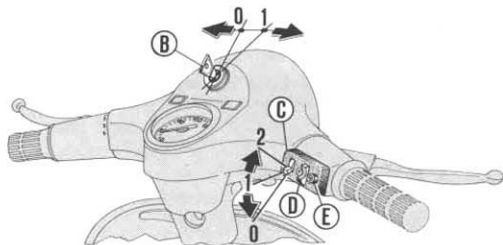

Fig. 23
1. Key controlled switch (for the positions see fig. 23 and 26) - 2. Clutch control (lever) and gear change (twist grip.) - 3. Front brake lever - 4. Throttle twist grip. - 5. Switch 6. Front brake shoes - 7. Rear brake pedal - 8. Kickstarter - 9. Gear control adjusting screws - 10. Rear brake shoes - 11. Clutch - 12. Carburettor and air cleaner - 13. « Starter » control - 14. Fuel cock - 15. Push button (with key lock) for dual saddle releasing (tipping saddle) - 16. Fuel cap.
1. Commutateur par clé (pour les positions voir fig. 23 et 26) - 2. Levier commande embrayage et poignée de changement de vitesses - 3. Levier frein AV - 4. Commande gaz - 5. Commutateur - déviateur - 6. Mâchoires frein AV. - 7. Pédale frein AR - 8. Levier du démarreur - 9. Dispositif de réglage commande changement de vitesses - 10. Mâchoires frein AR. - 11. Embrayage - 12. Carburateur et filtre à air - 13. Commande « starter » - 14. Robinet mélange - 15. Poussoir (avec serrure par clé) pour dégagement selle biplace (basculante) - 16. Bouchon du réservoir.
1. Conmutador con llave (para las posiciones ver fig. 23 y 26) - 2. Mando del embrague combinado con el mando cambio - 3. Palanca freno delantero - 4. Puño mando gas - 5. Conmutador - 6. Zapatas freno delantero - 7. Pedal freno trasero - 8. Palanca de puesta en marcha - 9. Ajuste mando cambio - 10. Zapatas freno trasero - 11. Embrague - 12. Carburador y filtro de aire - 13. Mando estrangulador del aire - 14. Llave de gasolina - 15. Pulsador (con cerradura de llave) para desbloqueo sillín biplaza (basculante) - 16. Tapón depósito mezcla.
- Main switch « B », key operated, for engine ignition (position 1) and for engine cut-out (position 0 extractable key) placed on the handlebars, central part, (see fig. 23).
- Switch « C » (on handlebars, R. H.) with lever « D » (high beam and low beam), and with a horn « E » (see fig. 23).
- Commutateur principal « B » à clef, circuit inséré pour l'emploi (position 1) et d'arrêt moteur (position « 0 », clef extractible) placé sur le guidon dans la partie centrale. Voir fig. 23).
- Commutateur « C », côté droit du guidon, avec levier « D » de commutation phare - code et poussoir pour l'avertisseur « E » voir fig. 23).
— Un conmutador principal «B» con llave, de predisposición a la marcha (posición 1) y de parada motor (posición «0», la llave puede sacarse), centro del manillar (fig. 23).
— Un conmutador «C» lado derecho del manillar, con palanquita «D» para las luces de cruce y carretera y pulsador del claxon «E» (ver fig. 23).
Key switch (extractable) placed on the handlebars central part (fig. 23).
Light switch on the headlamp, located on handlebars, R. H. (see fig. 23).
Commutateur à clé (extractible) installé au centre du guidon (fig. 23).
Commutateur feux du projecteur, guidon côté droit (fig. 23).
Conmutador con llave (que puede sacarse) situado en el centro del manillar (ver fig. 23).
Conmutador luces faro sobre el manillar lado derecho (ver fig. 23).
Notice - In case of hard starting see page 46. When push starting should be attempted (see page 46), first turn switch key (« B » fig. 23) on position 1 (circuit on).
Lorsque on doit effectuer (comme indiqué à la page 46) le démarrage en poussant le scooter, il faut d'abord tourner la clef du commutateur (« B », fig. 23) dans la position 1 (circuit inséré).
Cuando haya que intentar el arranque empujando la moto (como indicado en la pág. 47), es necesario antes girar la llave del conmutador (« B » fig. 23) en la posición 1 (pre-disposición a la marcha).